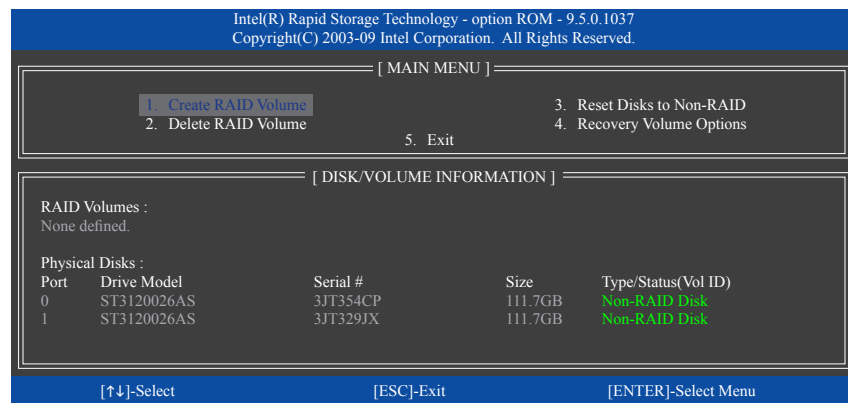

図 3
**<Ctrl> + **を押すと、**MAIN MENU** スクリーンが表示されます (図3)。